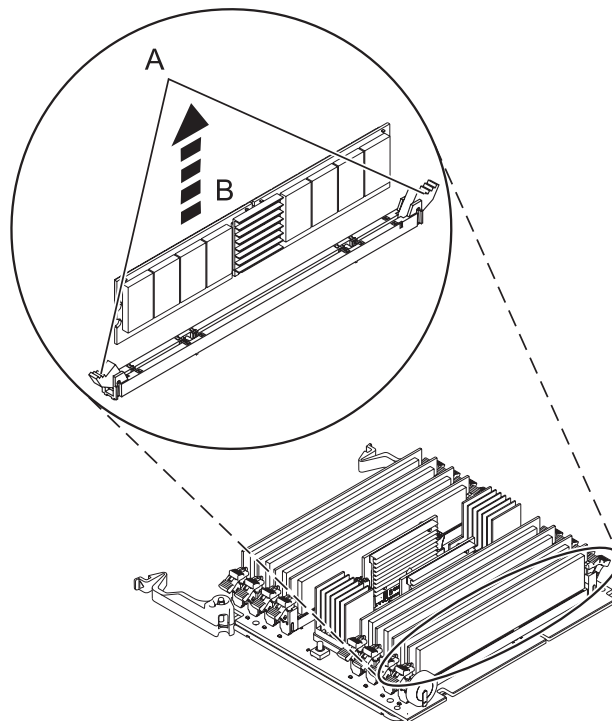

Abbildung 20. Speichermodul ausbauen
11. Entriegeln Sie das Speichermodul, indem Sie die Verriegelungszungen **(A)** nach außen drücken (siehe Abb. 20). Heben Sie das Speichermodul **(B)** aus dem Anschluss. Durch die Hebelwirkung der Zungen wird das Speichermodul aus dem Anschluss gelöst.